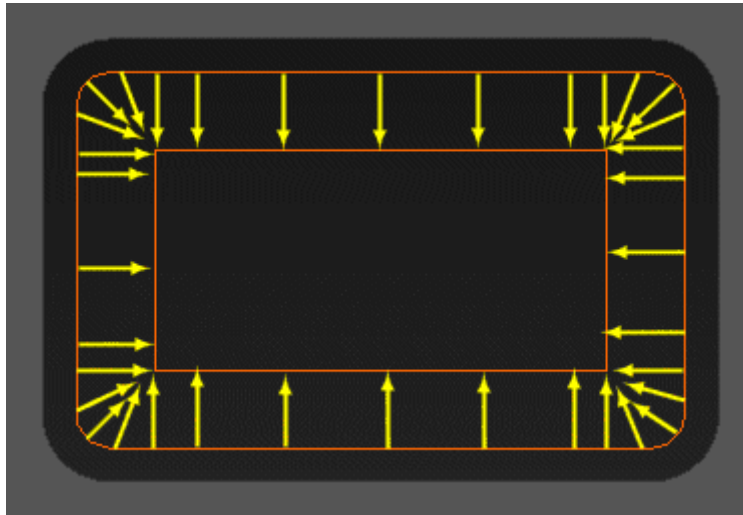

Рис. 1.9. Направление оси инструмента
- Ненаклонная траектория инструмента смещается от детали на постоянное расстояние. Направление оси инструмента определяется соединением точек на ненаклонной траектории к их самым близким точкам на смещении (см. рис. 1.9).